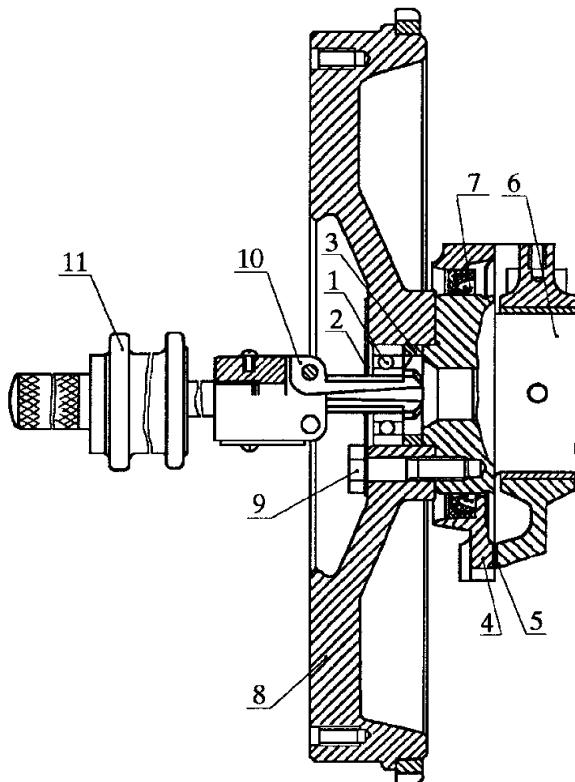

Рисунок 48. Снятие подшипника первичного вала коробки передач:
- снять с помощью приспособления и съемника подшипник первичного вала из маховика (рис.48);